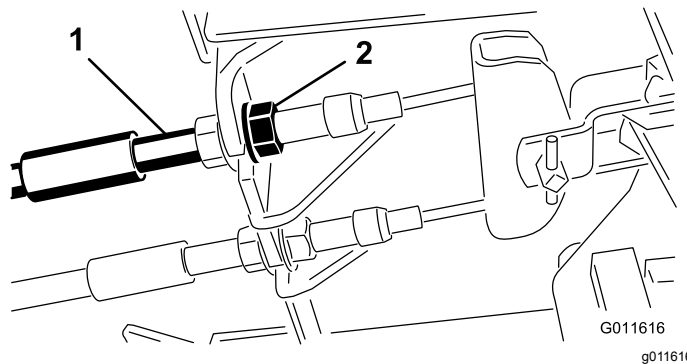

**Figure 84**
Régalez les freins si la garde à la pédale de frein est supérieure à 2,5 cm ou si la force de maintien offerte est insuffisante (Figure 84). La garde est la distance parcourue par la pédale de frein avant que le freinage soit ressenti.
- Serrez l'écrou arrière afin de pouvoir déplacer le câble en arrière jusqu'à obtention d'une garde de 6 à 13 mm (Figure 84), avant le blocage des roues.